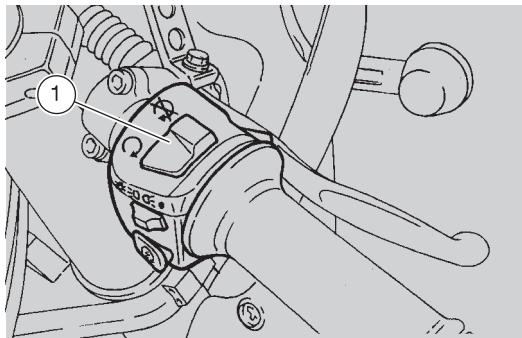

Fig. 23
- placer l'interrupteur d'arrêt du moteur (1-Fig. 23) en position "O";